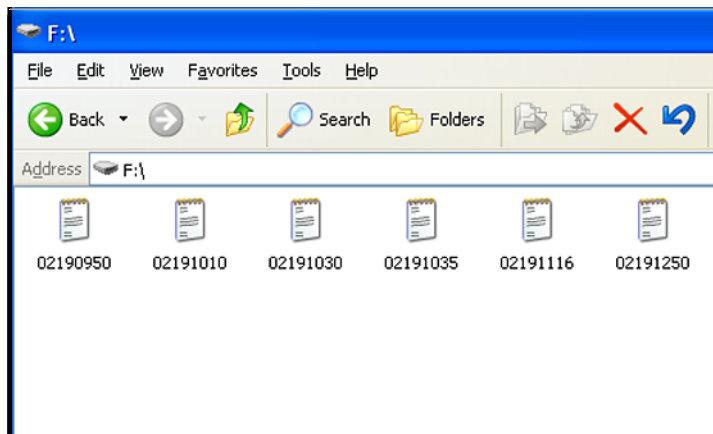

Figure 55: Liste von Protokolldateien
4. Klicken Sie auf das Wechseldatenträger-Symbol. Daraufhin wird ein Fenster wie in *Figure 55* unten geöffnet. In dem Fenster werden die verfügbaren Protokolldateien aufgelistet.